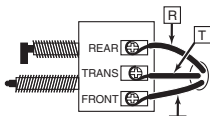
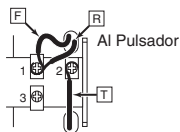

Figura 4 - Timbre Viejo
Figura 5
CIERRE LA CORRIENTE DE LA CASA. Etiquete y marque los cables del timbre viejo, como se demuestra en la Figura 4. Saque el timbre viejo. En el transformador quite los dos o tres cables de bajo voltaje de las terminales de entrada, júntelos y asegúrelos con un conector de alambre. Abra la corriente eléctrica de su casa. Situe el nuevo timbre a pilas en el lugar del timbre viejo, y conecte los cables como sigue: F al terminal de timbre #1, R al terminal del timbre #1 (NOTA: La puerta del frente y la de atrás sonarán el tono de dos notas (Tilín-Talán) cuando se active cualquier botón.), T al terminal del timbre #2. NOTA: No efectue ninguna conexión al terminal #3 (ver Figura 5). Capacidad (4) "C" pilas, observen que en la base aparecen marcados los signos + ó -. Las pilas alcalinas